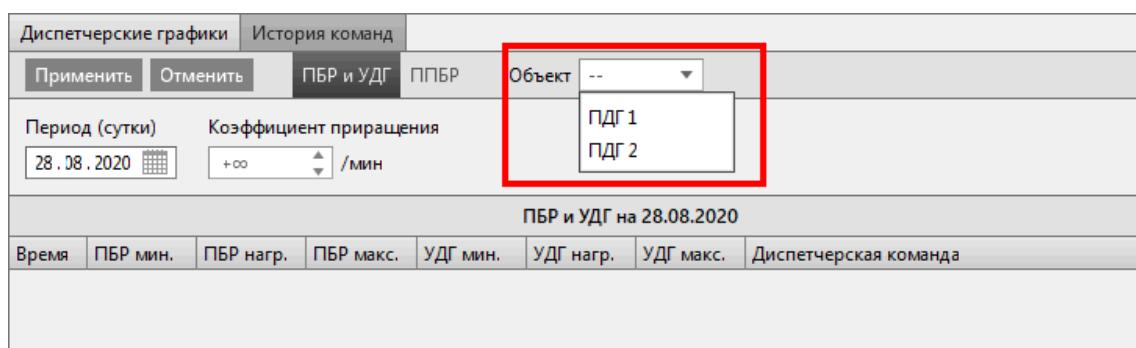

Рисунок 155 - Объект ПДГ
- Выберите объект ПДГ (Рисунок 155).